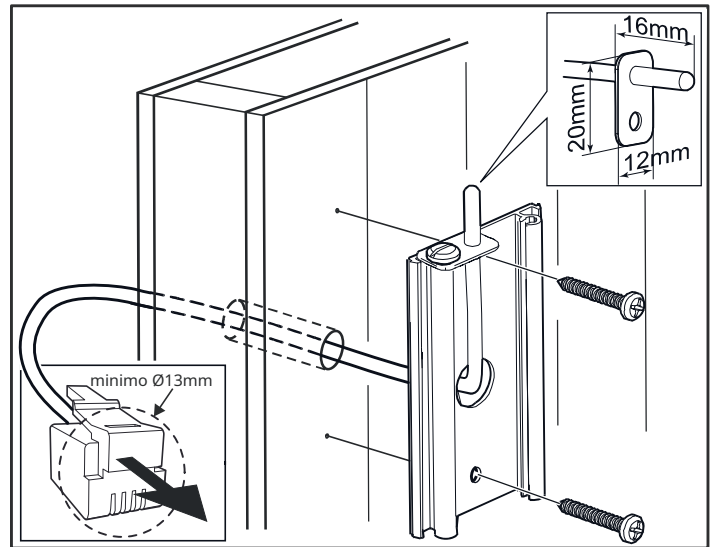

Figura 16: cablaggio attraverso il muro.
9. Installare il sensore sulla parete, vedere Fig. 15. Il filo del termistore può anche essere fatto passare attraverso la parete. Sigillare eventuali fori nella parete dietro il sensore, vedere Figura 16. Il filo del termistore può essere prolungato all'esterno della sauna utilizzando un filo a bassa tensione (2 conduttori).